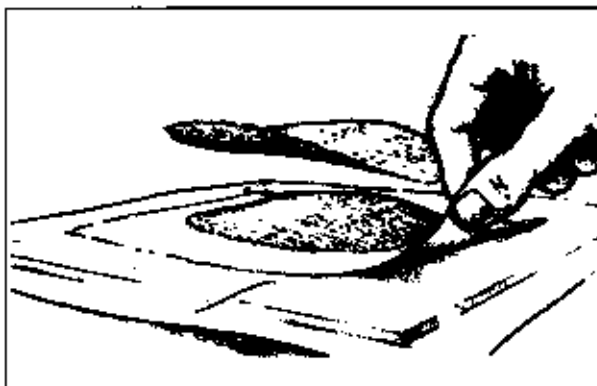

Figure 3-7 Bauen Sie einen "Pfropfen" aus getränktem Laminat auf, der in Größe, Form und Dicke etwa dem Loch entspricht.
3. Jede Glaslage wird getränkt, beginnend mit dem kleinsten Stück; zum Schluß kommt das größte. Dabei müssen die Lagen gut zentriert werden. Zum Schluß sollte man ein Gewebepaket haben, das in Größe und Dicke der ausgeschliffenen Reparaturstelle entspricht (Abb. 3-7).